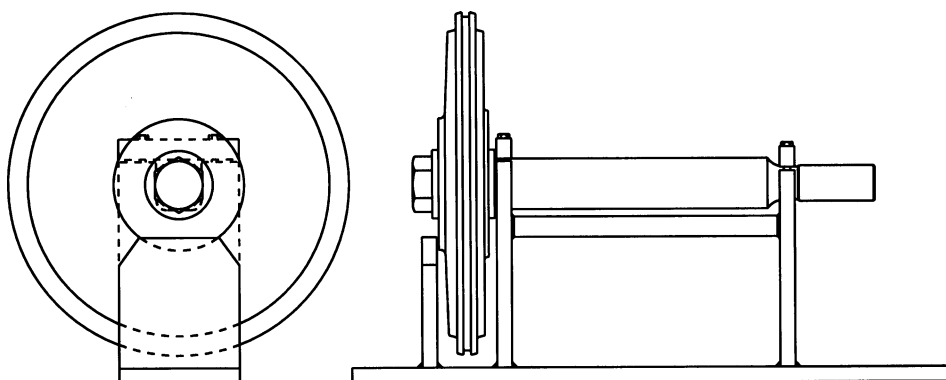

图4.用于尺寸为130执行机构的活塞杆组装夹具
c. *对尺寸为130的执行机构*：推荐使用一个活塞杆组装夹具(图4)，将活塞恰当地组装到活塞杆上，这是由于需要很大的扭矩及需要恰当地保护活塞杆的密封面的原因。有关恰当地组装这些零件更多的信息，请咨询你地区的费希尔代理或服务中心。